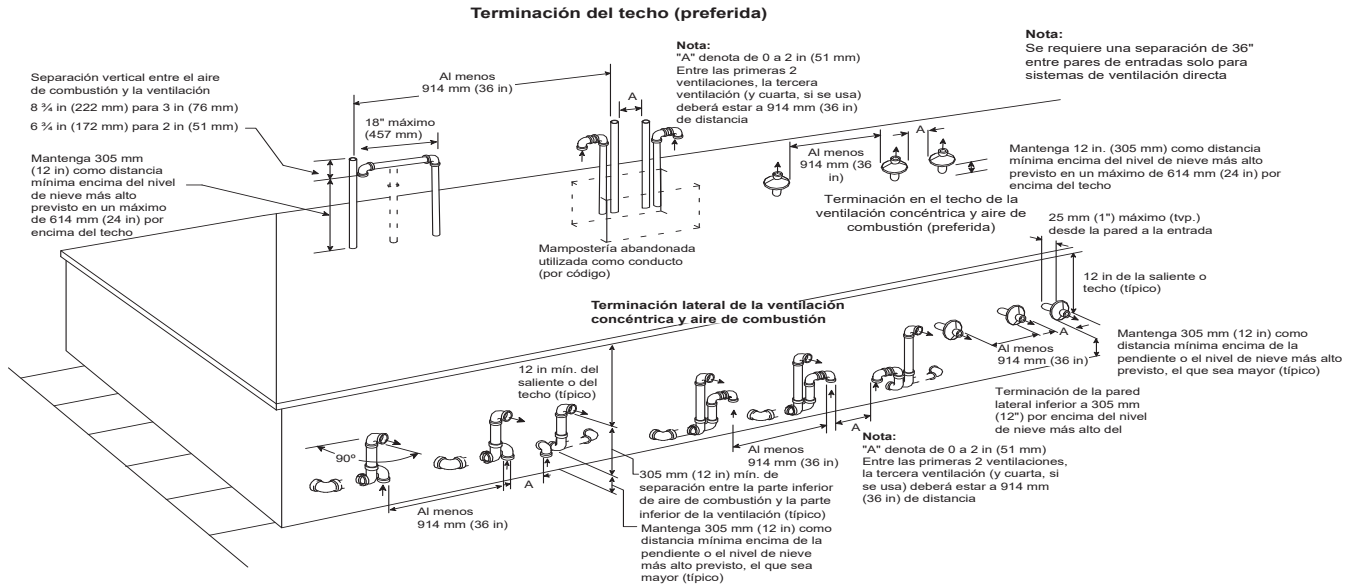
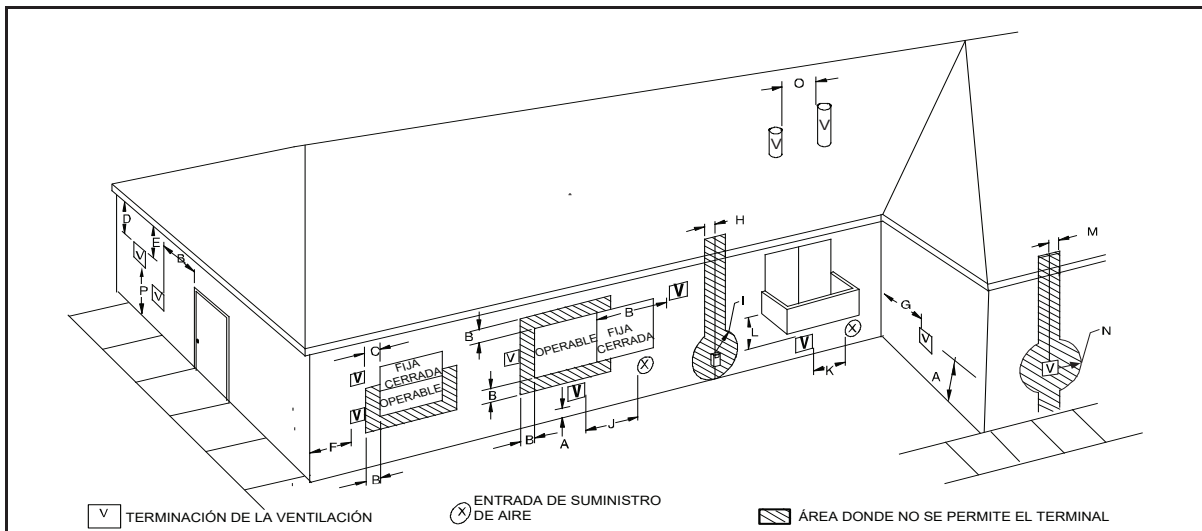
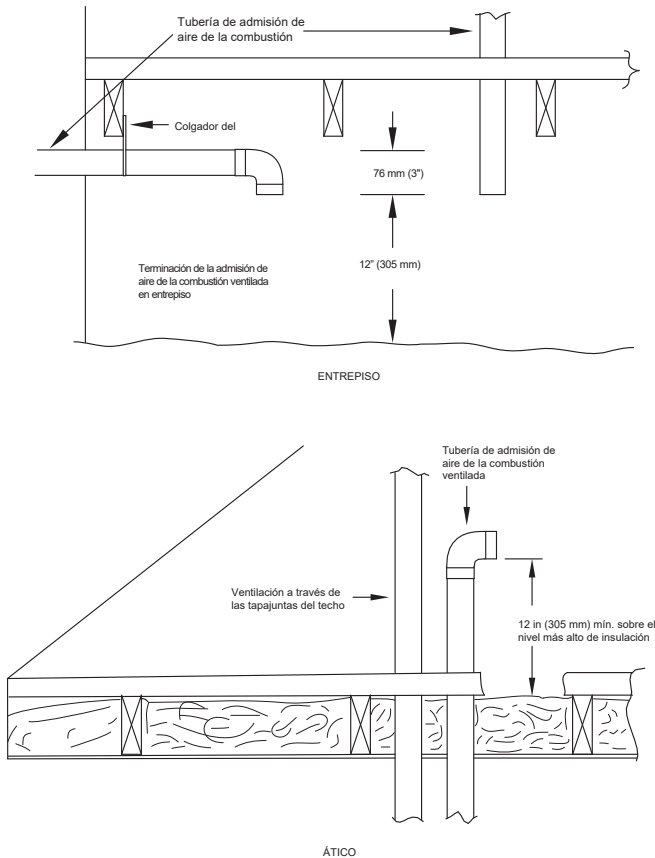

Fig. 40 – Terminación de aire de combustión y de ventilación para sistemas de ventilación directa (2 tuberías)
Fig. 43 – Distancias para las terminaciones de ventilación de aire de combustión ventilado y de ventilación indirecta
Fig. 47 – Terminaciones de ventilación para sistemas de aire de combustión ventilado A10497SP
Puede emplearse una chimenea de mampostería abandonada como vía de escape para tuberías de aire de combustión (si corresponde) y ventilación, siempre que estén debidamente aisladas y cuenten con el soporte necesario. Cada calefactor debe contar con sus propias tuberías de aire de combustión y ventilación que deben terminar por separado, como se muestra en Fig. 40 para sistemas de ventilación directa (2 tuberías) o en Fig. 41 para la opción de una tubería o aire de combustión ventilado.
Con la opción de aire de combustión ventilado, la ventilación termina y descarga los productos de la combustión directamente al exterior, de forma similar a un sistema de ventilación directo. Consulte la Fig. 43 para ver referencias de las distancias que exigen las autoridades del código nacional.
En un sistema de ventilación indirecta (1 tubería), todo el aire de combustión se saca de la zona adyacente al calefactor y todos los productos de la combustión salen al exterior. El aire de combustión debe suministrarse como se describe en la sección "Aire para combustión y ventilación". No utilice una chimenea abandonada para suministrar aire exterior al calefactor. Consulte la Fig. 43 para ver las referencias a las distancias de ventilación que requieren las autoridades del Código nacional.
Para la holgura de las terminaciones de ventilación, las referencias a los códigos nacionales se muestran en Fig. 42 para sistemas de ventilación directa/de 2 tuberías y en Fig. 43 para sistemas de aire de combustión ventilado/ventilación indirecta/de 1 tubería. Para configuraciones de terminación en el exterior, consulte en Fig. 40 para sistemas de ventilación directa/de 2 tuberías y en Fig. 41 para sistemas de aire de combustión ventilada/ ventilación indirecta/de 1 tubería. Comuníquese con las autoridades locales para informarse sobre otros requisitos o exenciones de los códigos nacionales que aparecen en las figuras.
1. Cumpla con todos los requisitos de distancia de la Fig. 42 o la Fig. 43 según la aplicación.
La tubería de ventilación indirecta (1 tubería) debe terminar en el exterior. Consulte la Fig. 43 para ver las referencias a las distancias de ventilación que requieren las autoridades del Código nacional. Las terminaciones de ventilación permitidas se muestran en la Fig. 41.
La tubería de ventilación de un sistema de aire de combustión ventilado debe terminar en el exterior. Consulte la Fig. 43 para ver las referencias a las distancias de ventilación que requieren las autoridades del Código nacional. Las terminaciones de ventilación permitidas se muestran en la Fig. 41. La tubería de aire de combustión desemboca en un ático o semisótano bien ventilado. Respete las distancias que se muestran en la Fig. 47.